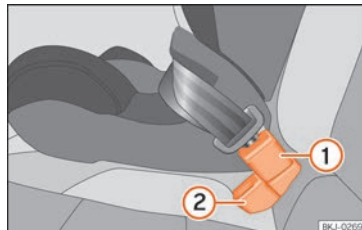

Abb. 43 Position des Gurtschlössers auf der Rücksitzbank
- ① Gurtschloss für den mittleren Sitzplatz
- ② Gurtschloss für den äußeren Sitzplatz
- Gurtschloss für den mittleren Sitzplatz >>> [Abb. 43] ① hinter dem Gurtschloss für den äußeren Sitzplatz >>> [Abb. 43] ② anbringen.
- Schlosszunge des Sicherheitsgurts des mittleren Sitzplatz in das Gurtschloss für den mittleren Sitzplatz >>> [Abb. 43] ① stecken, bis es hörbar einrastet.
- Damit die Gurte richtig eingelegt sind, sollten die Gurtschlösser nicht verdreht werden >>> [Abb. 43].